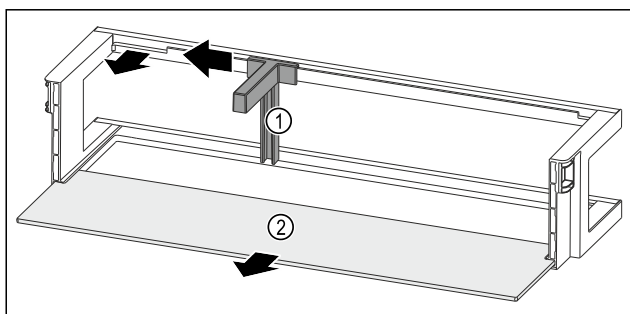

Fig. 122 Balconcino controporta con fermabottiglie e ripiano
- Spingere il fermabottiglie Fig. 122 (1) lateralmente fino all'incavo.
- Rimuovere il fermabottiglie Fig. 122 (1).
- Rimuovere il ripiano Fig. 122 (2).